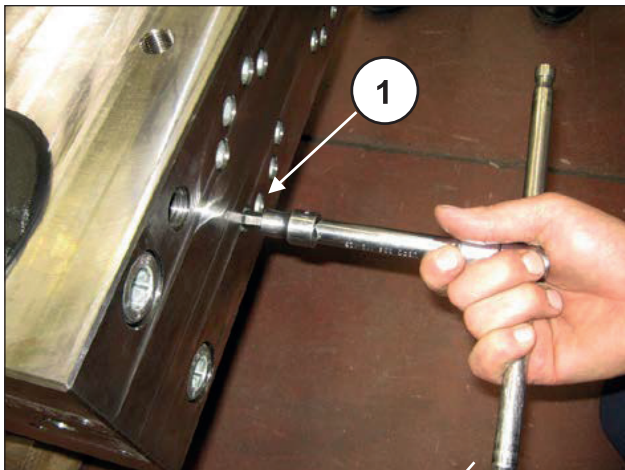
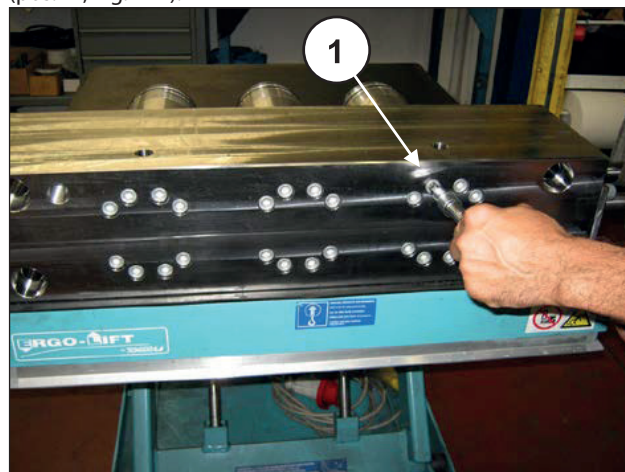
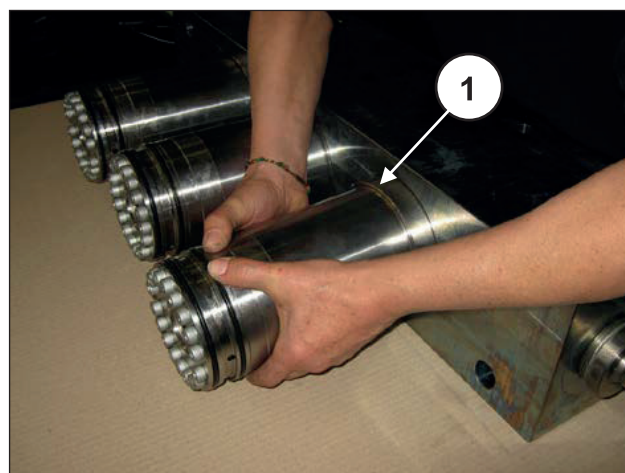

Fig. 166
Fig. 173
Fig. 174
Afrouxe, sem remover, os parafusos M12x160 de fixação das camisas no cabeçote (pos. ①, Fig. 166), de modo a ficarem livres.
Remova os parafusos M12x160 de fixação das camisas no cabeçote (pos. ①, Fig. 173) e extraia os grupos das camisas (pos. ①, Fig. 174).
Extraia o cabeçote do distanciador do cabeçote fixado no cárter da bomba, como indicado no ponto 2.2.1 (de Fig. 166 a Fig. 174).